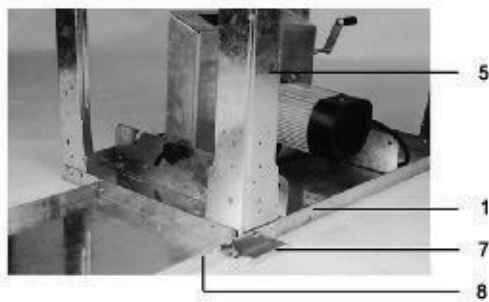

Fig. 5
- Luați cinci șuruburi cu capul hexagonal M6x16, cinci șaibe M6 și cinci piulițe M6 cu care montați componentele 5, 7 și 8 pe componentul principal 1. Nu strângeți prea tare șuruburile (v. fig. 5).